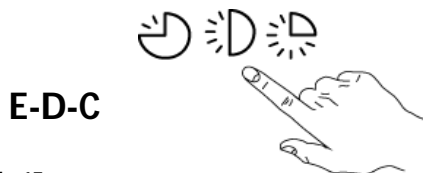

Abb. 15
- 4- Den Waschzyklus wählen, indem Sie den KNOPF "C", "D" oder "E" drücken. (Abb. 15)